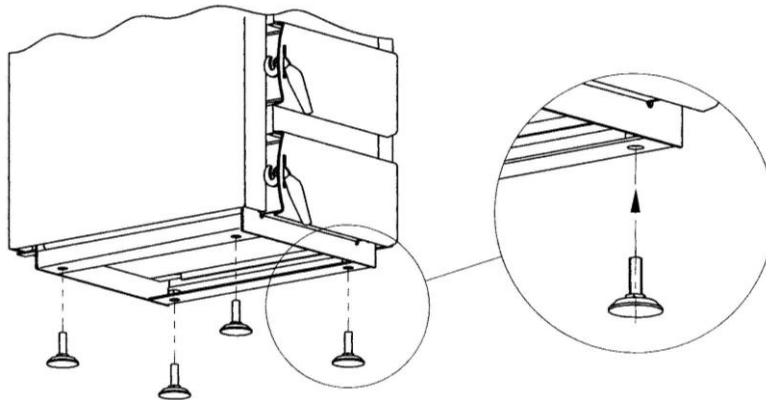

Abb. 3. Ausrichten des Kessels
A. Der Kessel ist auf einem brandsicheren Boden aufzustellen; es ist eine wärmeisolierende mindestens um 2 cm auf der Seite vom Gestell des Kessels größere Platte zu unterlegen. Sollte der Kessel im Keller betrieben werden, wird die Aufstellung auf einer Untermauerung mit einer Höhe von 5-10 cm empfohlen. Der Kessel ist auszurichten. Zum Ausrichten des Kessels dient eine Stellschraube (4 St.) – mit dieser Schraube ist die Länge des Stützfußes des Behälters entsprechend zu fixieren (Abb.3).